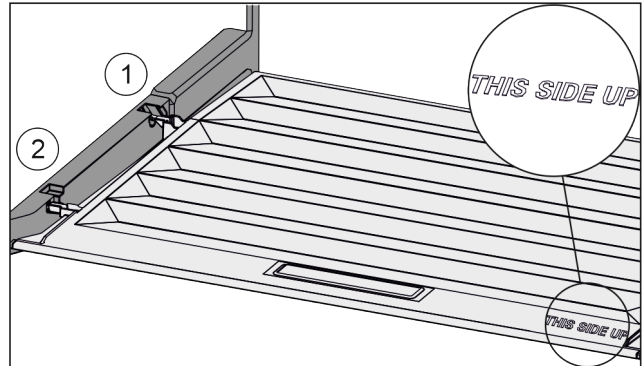

Fig. 104
- ▶ Inserire le nervature del coperchio attraverso l'apertura del supporto posteriore Fig. 104 (1) e innestare anteriormente nel supporto Fig. 104 (2).